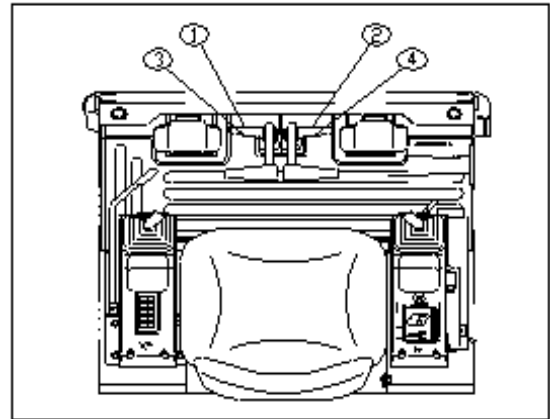
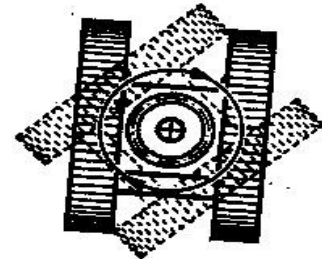

Abb. 3-8
Abb. 3-10
1. Geradeaus-Fahrt: Beide Pedale gleichzeitig nach vorne drücken. (1 und 2 in Abb. 3-8).
2. Gerade rückwärts-Fahrt: Beide Pedale gleichzeitig nach hinten drücken (3 und 4 in Abb. 3-8).
a) Linksdrehung (wie Abb. 3-9): Rechtes Pedal nach vorne (2 in Abb. 3-8) und linkes Pedal nach hinten drücken (3 in Abb. 3-8).
b) Rechtsdrehung (wie Abb. 3-10): Rechtes Pedal nach hinten (4 in Abb. 3-8) und linkes Pedal nach vorne drücken (1 in Abb. 3-8).
Linksdrehung: rechtes Pedal nach vorne drücken (wie 2 in Abb. 3-8).
Rechtsdrehung: linkes Pedal nach vorne drücken (wie 1 in Abb. 3-8).